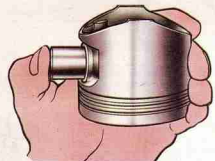
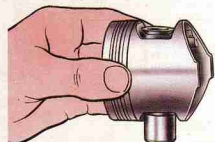

Рис. 2.37. Установка поршневого пальца
Рис. 2.38. Проверка посадки поршневого пальца
**Сборка.** Перед сборкой подберите палец к поршню и шату. У новых деталей класс отверстий под палец в шатуне и поршне должен быть идентичен классу пальца. У деталей, бывших в эксплуатации, для правильного сопряжения необходимо, чтобы поршневой палец, смазанный моторным маслом, входил в отверстие поршня от простого нажатия большого пальца руки (рис. 2.37) и не выпадал из него, если дергать поршень как показано на рис. 2.38.